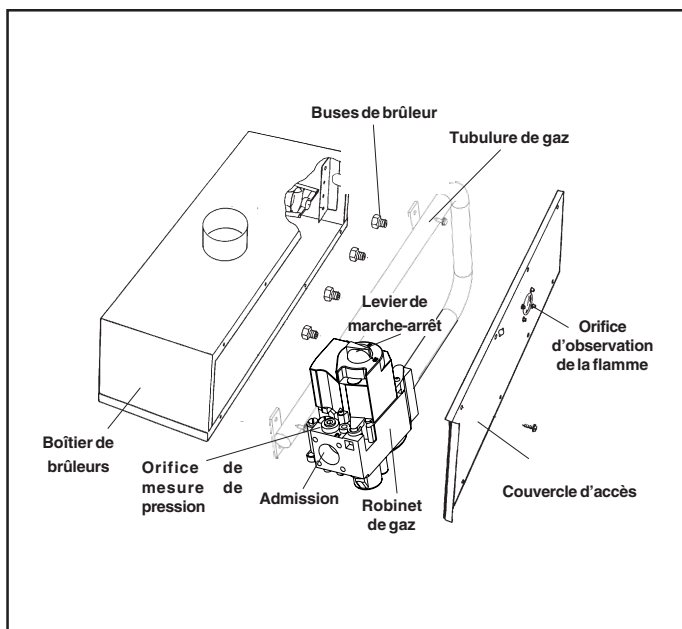

Figure 2 - Boîtier de brûleur scellé typique avec couvercle d'accès
5. Si présents, débrancher les tubes de pression en caoutchouc du robinet de gaz et du boîtier du brûleur. Les tubes de pression ne sont présents qu'avec le boîtier de brûleur étanche, montré à la figure 2.
6. Si présent, enlever du boîtier de brûleur le couvercle d'accès aux brûleurs. Le couvercle d'accès aux brûleurs n'est présent que sur le boîtier de brûleur étanche, montré à la figure 2.
5. Rebrancher les tubes de pression en caoutchouc sur le robinet de gaz et le boîtier des brûleurs. Reposer le couvercle d'accès aux brûleurs. Cette étape ne s'applique qu'au boîtier de combustion scellé, montré à la figure 2.